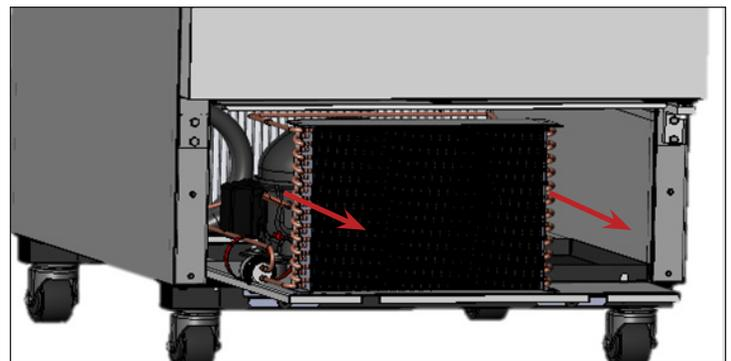

Fig. 6. Con cautela, far scorrere l'unità di condensazione verso l'esterno.
7. Con cautela, far scivolare fuori l'unità di condensazione (le connessioni dei tubi sono flessibili). Vedere fig. 6. Soffiare delicatamente aria compressa o CO₂ attraverso la serpentina finché non è pulita.